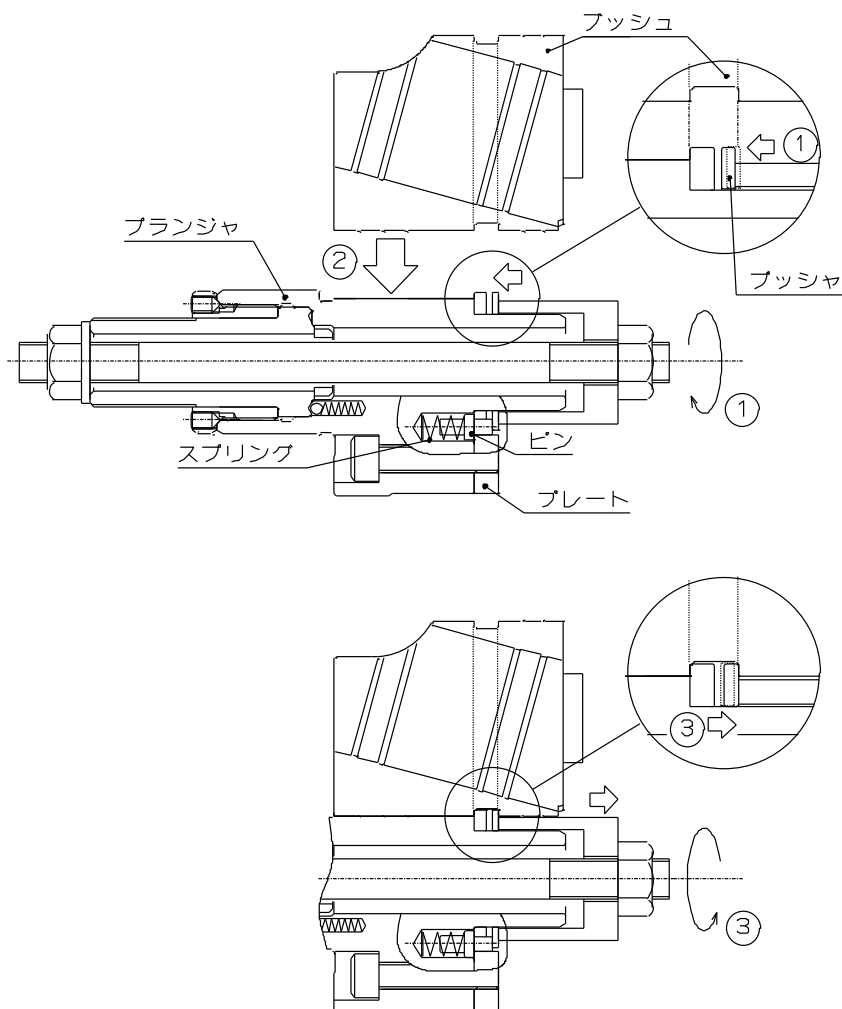

図 29
- ①プランジャ【3】にプッシャ【14】を取付け、図 29 のように治具を取付けてください。
- ②プレート側のナットを締付けてください。治具2がプッシャを押した状態になります。
- ③ブッシュ【4】をプランジャに取付けてください。
- ④ナットを緩め、治具をプランジャから取外してください。